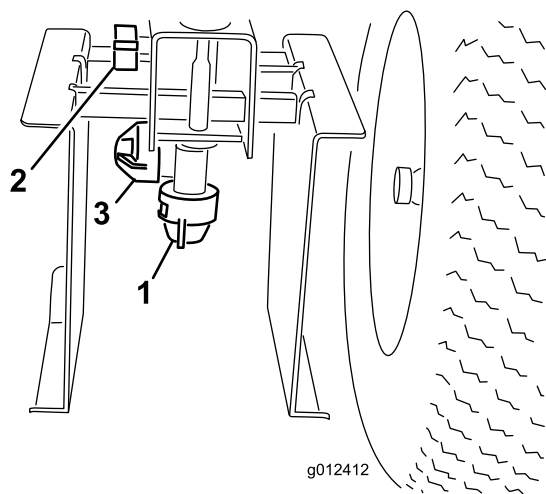

Figura 24
4. Desaperte o parafuso que prende o tubo do pulverizador ao braço da rampa (Figura 24).